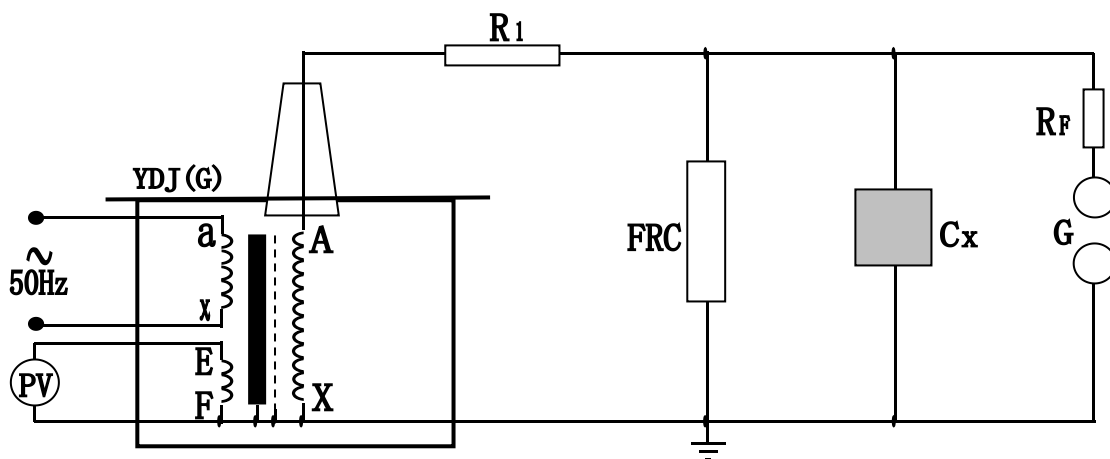

图 6: 被试品工频耐压试验接线图
1、YDJ(G)试验变压器做被试品的工频耐压试验使用接线原理图见图 6。
在工频耐压试验中，低电压侧测量电压(仪表电压)不是非常准确的，其原因是由于试验变压器存在着漏抗，在这个漏抗上必然存在着压降或容升，使试品上的电压低于或高于低压侧测量电压表上反映出来的电压。工频耐压试验时，被试品上的电压高于试验变压器的输出电压，也就是所谓容升现象。感应耐压试验时，试验变压器的漏抗必然存在着压降。为了准确测量被试品上所施加的电压，因此常在高压侧接入FRC阻容分压器来测量电压(见图6)。